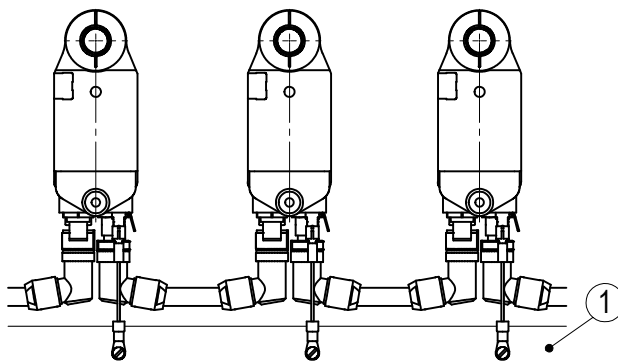

Abb. 8: Erdungsschiene
Zum Schutz vor Störungen müssen die Schirme der Signalleitungen und Netzleitung beidseitig angeschlossen werden. Potentialunterschiede führen zu unzulässigen Strömen auf dem Schirm. Den Erdungsanschluss ⑦ zwischen den Anschlusssteckern auf das Schutzleiterpotential legen (siehe **Abb. 7**). Verwenden Sie dazu 6,3 mm Flachstecker mit kurzer Litze 2,5 mm² ... 4 mm² (nicht im Lieferumfang). Bei mehreren Stellantrieben wird empfohlen die Erdung auf eine Erdungsschiene ① anzuschließen (siehe **Abb. 8**).